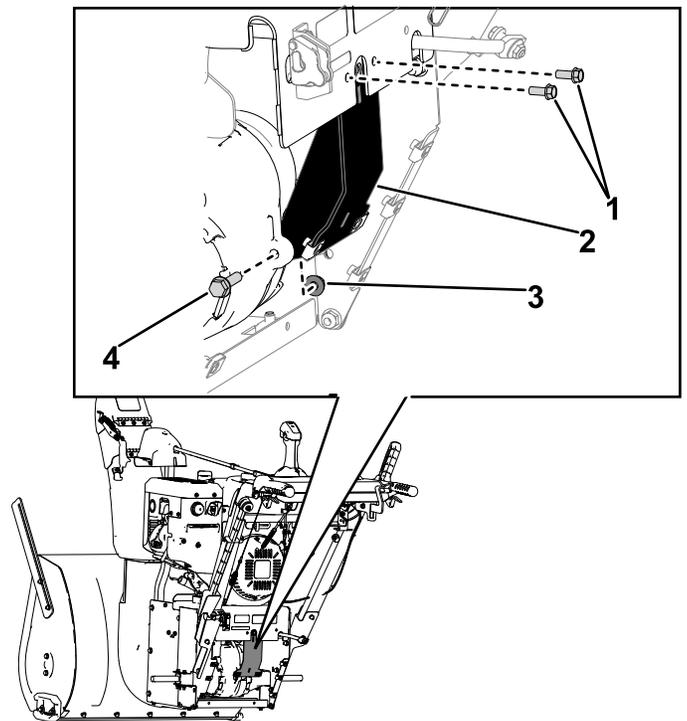

Figura 10
1. Dalla parte posteriore della macchina, rimuovete le 2 viti (1/4" x 5/8") che fissano il supporto della trasmissione idrostatica alla piastra superiore (Figura 10).
2. Rimuovete il bullone (5/16" x 1 1/4") e il dado di bloccaggio (5/16") che fissano la parte inferiore del supporto della trasmissione idrostatica al gruppo trasmissione idrostatica. Rimuovete il supporto della trasmissione idrostatica dalla macchina (Figura 10).